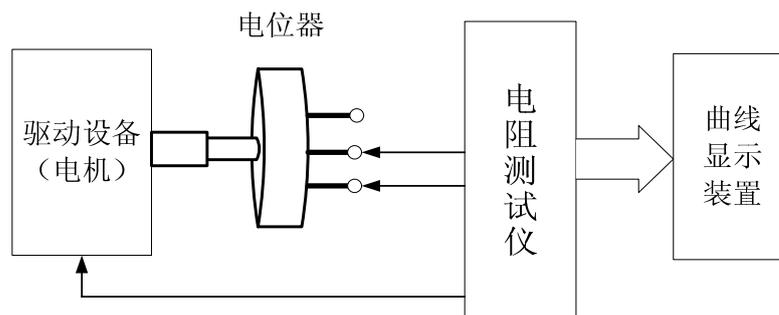

图1 辅助装置连接示意图
- (1) 具有自动电阻筛选功能。即在进行电阻筛选测量时，用户通过键盘输入要求的电阻值和筛选的误差值；测量时，仪器能在显示被测电阻阻值的同时，给出该电阻是否符合筛选要求的指示。
- (2) 设计并制作一个能自动测量和显示电位器阻值随旋转角度变化曲线的辅助装置，要求曲线各点的测量准确度为 $\pm(5\% \text{读数} + 2 \text{字})$ ，全程测量时间不大于 10 秒，测量点不少于 15 点。辅助装置连接的示意图如图 1 所示。
- (3) 其他